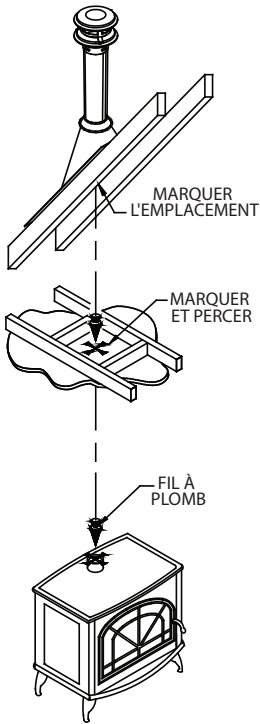
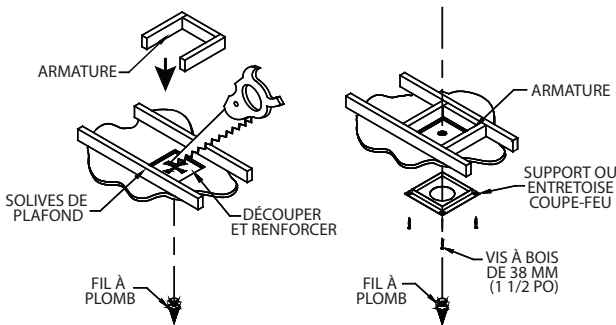

Figure 2
Figure 3
B. Tenir un fil à plomb au centre de la sortie du conduit de fumée de l'appareil et marquer le point central au plafond (**Figure 2**). Au point marqué, découper et encadrer un trou carré dans le plafond pour l'installation de l'entretoise du support de plafond ou du coupe-feu (**Figure 3**). Consulter le **Tableau 1** pour les dimensions du trou.